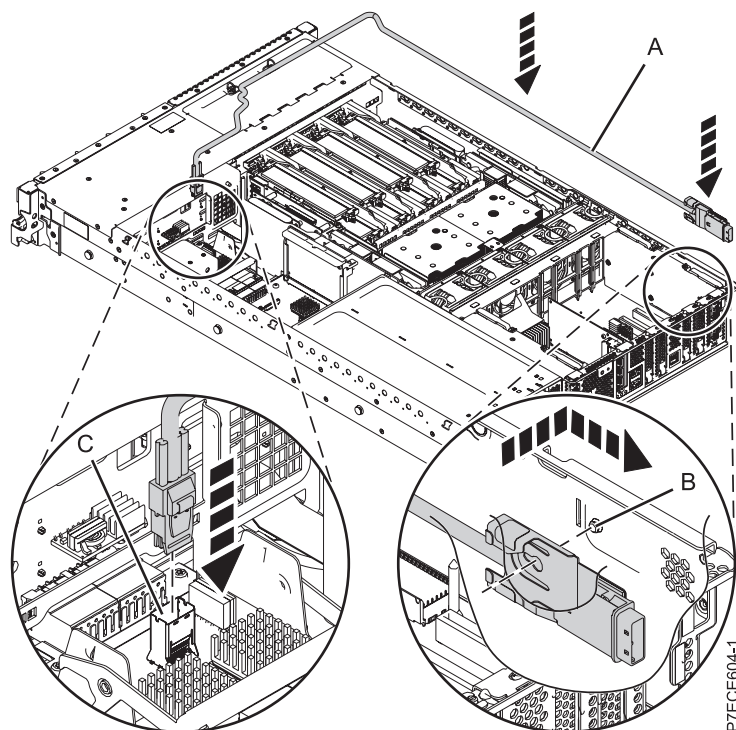

Figure 24. Installation du câble SAS
10. Branchez le connecteur mini-SAS du câble SAS au port de connexion SAS interne (**C**) sur l'interposeur de stockage et appuyez jusqu'à ce qu'il s'enclenche. Pour plus d'informations, voir figure 24.